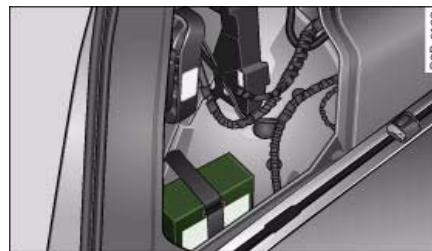

Fig. 226 Parte izquierda del maletero: Compresor
- Abra el cierre de velcro y saque el compresor ⇒ fig. 226.
En el maletero, detrás del revestimiento lateral izquierdo, se encuentra el juego para reparación de neumáticos (compuesto por un producto estanqueizante y una bomba de aire eléctrica), que se puede utilizar en caso de pinchazo ⇒ *página 252*, fig. 226.
- Saque la **botella de producto estanqueizante** y la **bomba de aire eléctrica** del maletero ⇒ *página 252*, fig. 226. ►